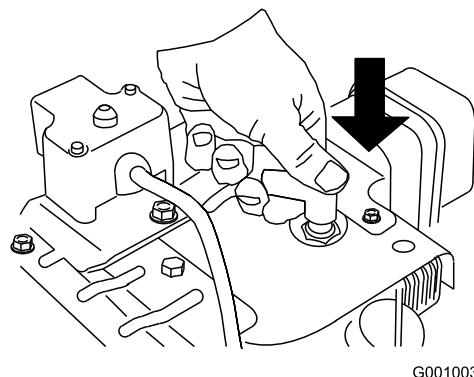

Figura 24
1. Collegate il cappellotto alla candela (Figura 24).